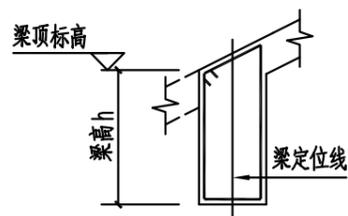
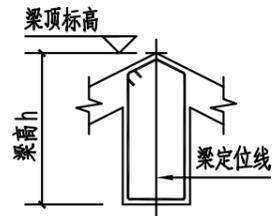
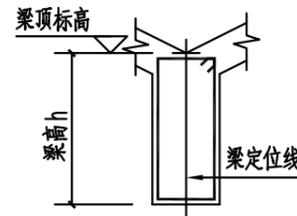

图4.1a
图4.1b
图4.1c
4.1. 坡屋面水平梁按“图4.1a”或“图4.1b”或“图4.1c”